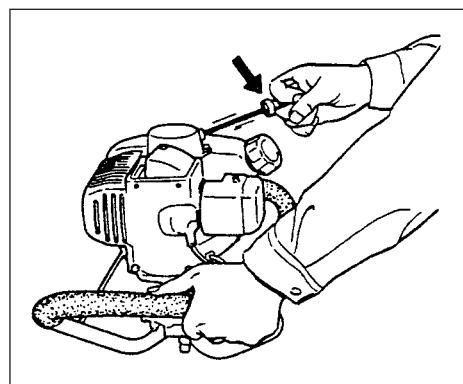

Fig. 2-4
4. Træk rekylstartern kvikt, sørg for godt greb i håndtaget, så det ikke smutter tilbage. (Fig. 2-4).